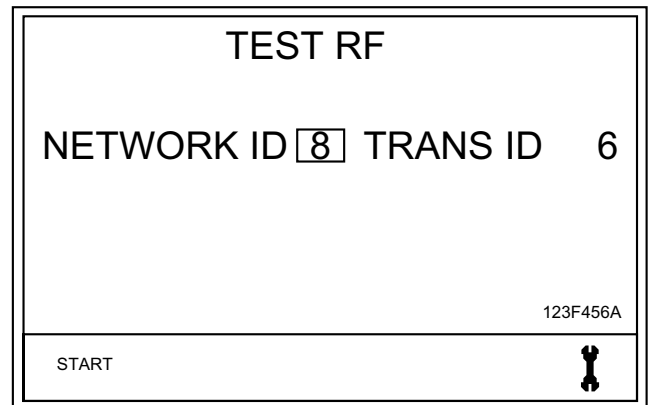

FIG. 7
4. Utilizzare la FRECCIA DESTRA per spostare il cursore su START (FIG. 7).